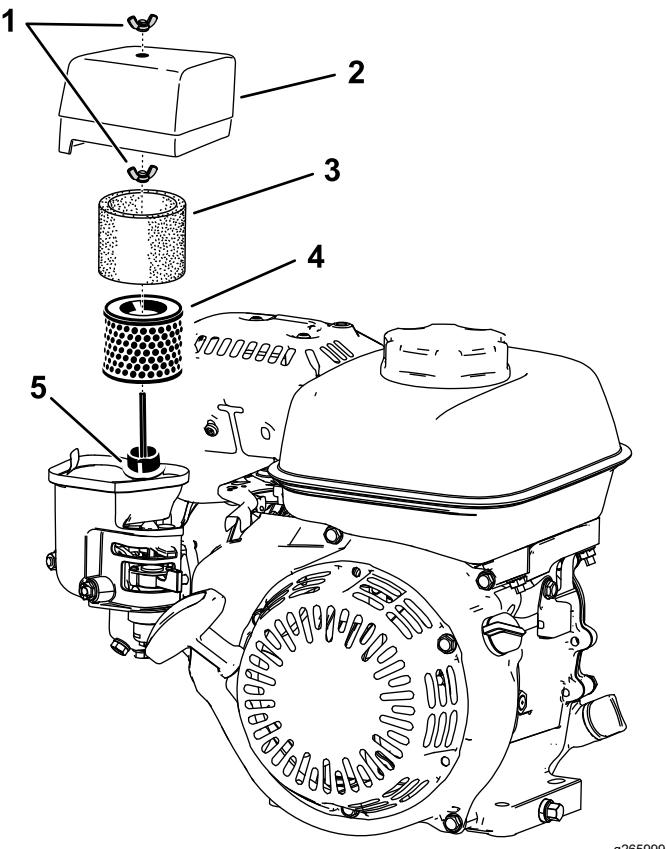

Figura 12
2. Rimuovete il dado ad alette che assicura la protezione del filtro dell'aria (Figura 12).